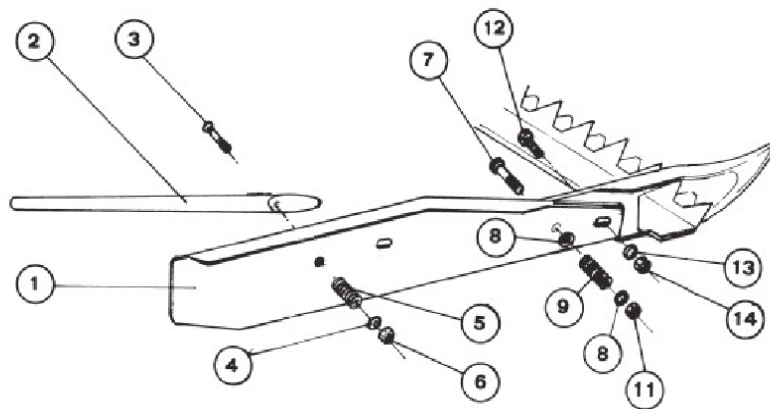

FIG. 3.3
- 4) Montare la bandella laterale (1) (Fig. 3.3) fissandola con la vite (12) T.E. 12x50, la rondella Ø 12 (13) e il dado autobloccante 12 MA (14). Montare la vite T.E. 12x90 (7), le rondelle Ø 12 (8), la molla (9) e fissare con dado autobloccante (11).
- 4) Mount lateral deflector (1) (Fig. 3.3) and fasten with screws TE 12x50 (12), washer Ø 12 (13) and self-locking nut 12 MA (14).
- 4) Montar la banda lateral (Fig. 3.3) ajustándola con el tornillo (12) T.E. 12x50, las arandelas Ø 12 (13) y la tuerca de seguridad 12 MA (14).
- 4) Monter la barre latérale (1) (Fig. 3.3) en la fixant avec la vis (12) T.E. 12x50, la rondelle Ø 12 (13) et l'écrou de sécurité 12 MA (14). Monter la vis T.E. 12x90 (7), les rondelles Ø 12 (8), le ressort (9) et fixer avec écrou de sécurité (11).